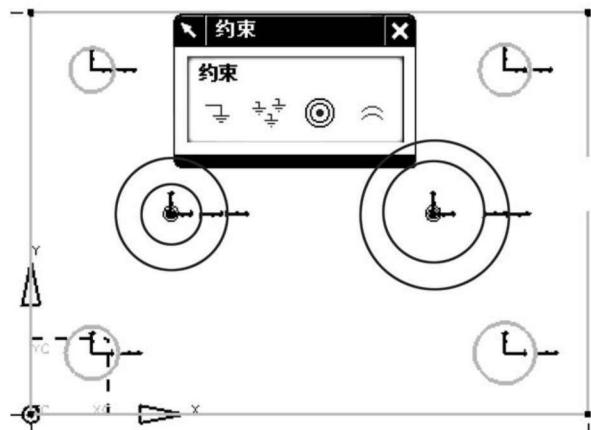

图 1.7 约束等半径
(6) 单击“约束”按钮 ，选择如图 1.7 所示角落四个圆形，单击“等半径”按钮 。